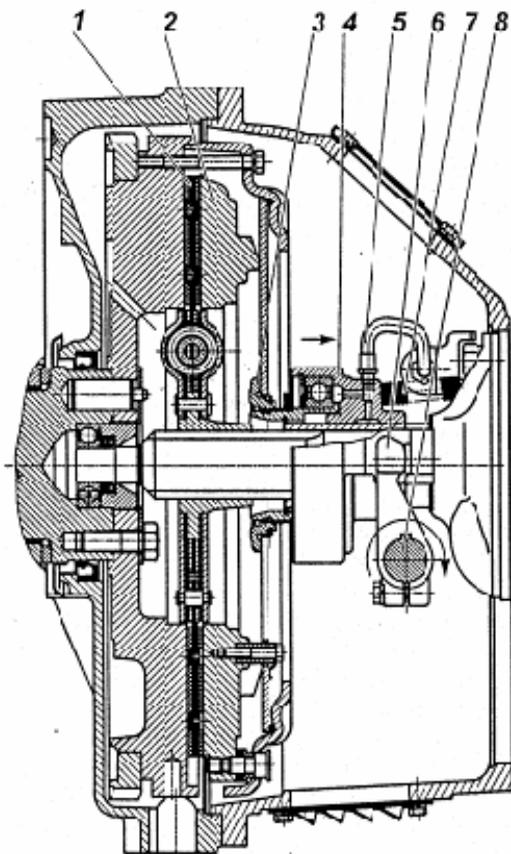
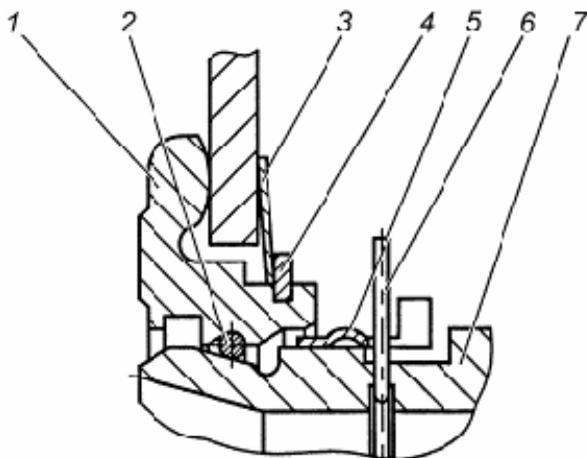

Рис. 99. Сцепление:
Рис. 101. Запорное устройство:
Диафрагменное сцепление (рис. 99) состоит из ведущих и ведомых частей, а также деталей механизма выключения сцепления, устанавливаемых в картер сцепления.
Механизм выключения сцепления состоит из муфты 4 (рис. 99) с подшипником, вилки 6 и валика 8. Муфта соединена через упорное кольцо 3 с диафрагменной пружиной с помощью запорного устройства.
Оттяжная пружина 7 (рис. 99) исключает проворот и осевые перемещения втулки 7 относительно упорного кольца 1 (рис. 101). По мере износа фрикционных накладок муфта выключения сцепления 4 перемещается вместе с пружиной в сторону маховика, при этом конструкция привода выключения сцепления автомобиля или другого транспортного средства обеспечивает поворот вилки 6 (рис. 99) по часовой стрелке после выбора зазора между лапками вилки и муфтой за счет периодической регулировки привода или постепенный поворот за счет конструкции гидропривода.
Конструкция запорного устройства показана на рис. 101. Она включает в себя упорное кольцо 1, втулку подшипника муфты 7 с фасонной канавкой, пружинное кольцо 2 круглого сечения, а также замковое кольцо 5. Упорное кольцо 1 устанавливается на диафрагменную пружину при сборке нажимного диска с кожухом и удерживается за счет пружинной шайбы 3 и стопорного кольца 4. На рисунке муфта заперта (соединена) с упорным кольцом. Внутри втулки подшипника муфты 7 установлено предохранительное кольцо 6, имеющее снаружи выступающий ус, препятствующий случайному разъединению муфты выключения сцепления и упорного кольца 1.
Выключение сцепления обеспечивается поворотом вала по часовой стрелке. Допустимое направление перемещения муфты и поворота вала для выключения сцепления показано на рис. 99 стрелками. Перемещение муфты и поворот вала в обратном направлении не допустимо.
- 5 С помощью специальной оправки сцентрировать кольцо 3 (рис. 101) относительно оси коленчатого вала двигателя.
- 2 Убедиться, что муфта выключения сцепления отведена до упора в крышку подшипника первичного вала коробки передач пружиной 7 рис. 99.
Проверка качества установки сцепления (отсутствие "ведения", контроль величины крутящего момента на валу вилки) осуществляется на неработающем двигателе. Для этого необходимо повернуть вал вилки на угол $9^{\circ}30'$... 11° по часовой стрелке, что соответствует перемещению муфты на 11...13 мм от двигателя. При этом выходной вал коробки передач, при включенной передаче, должен вращаться при приложении крутящего момента не более 5 Н·м (0,5 кгс·м). Поворот вала вилки выключения сцепления по часовой стрелке показан на рис. 99.
- 4 Совместить полукруглый паз на муфте выключения сцепления в передней ее части с выступающим усом предохранительного кольца 6 (рис. 101) и, утопив его каким-либо предметом, удерживать в утопленном положении через центральное отверстие муфты выключения сцепления.